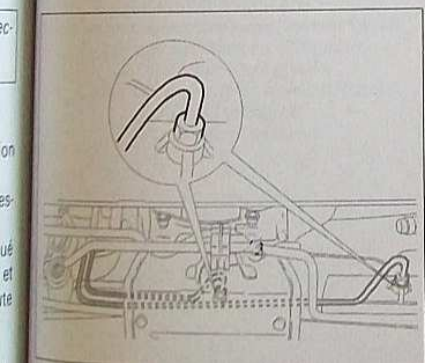

FIG.13
- la vis de fixation de la bride (1) de la canalisation haute pression.
- la vis du raccord (2) de la canalisation haute pression puis écarter cette dernière.
- Remplir le circuit, avec de l'huile neuve prescrite, 10 mm au dessus du repère maxi situé au fond de la goulotte de remplissage du réservoir (Fig. 13) et purger le circuit d'assistance au niveau des raccords hydrauliques.
• Desserrer les raccords des canalisations d'alimentation du vérin sur le boîtier de direction (Fig.13).
• Resserrer les raccords des canalisations d'alimentation du vérin sur le boîtier (Fig.13).